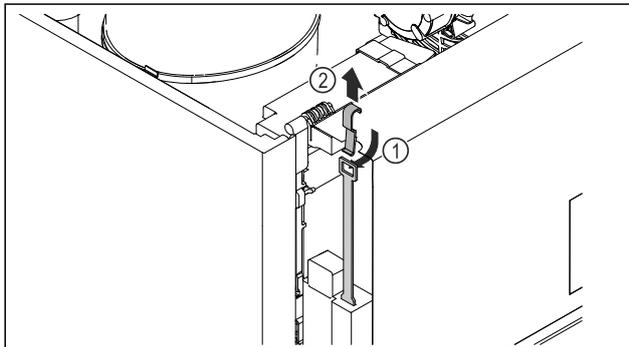

Fig. 248
- ▶ Εισαγάγετε το κλειδί έκτακτης ανάγκης Fig. 248 (1) από επάνω, αγκιστρώστε το στην κλειδαριά και τραβήξτε το προς τα επάνω Fig. 248 (2).